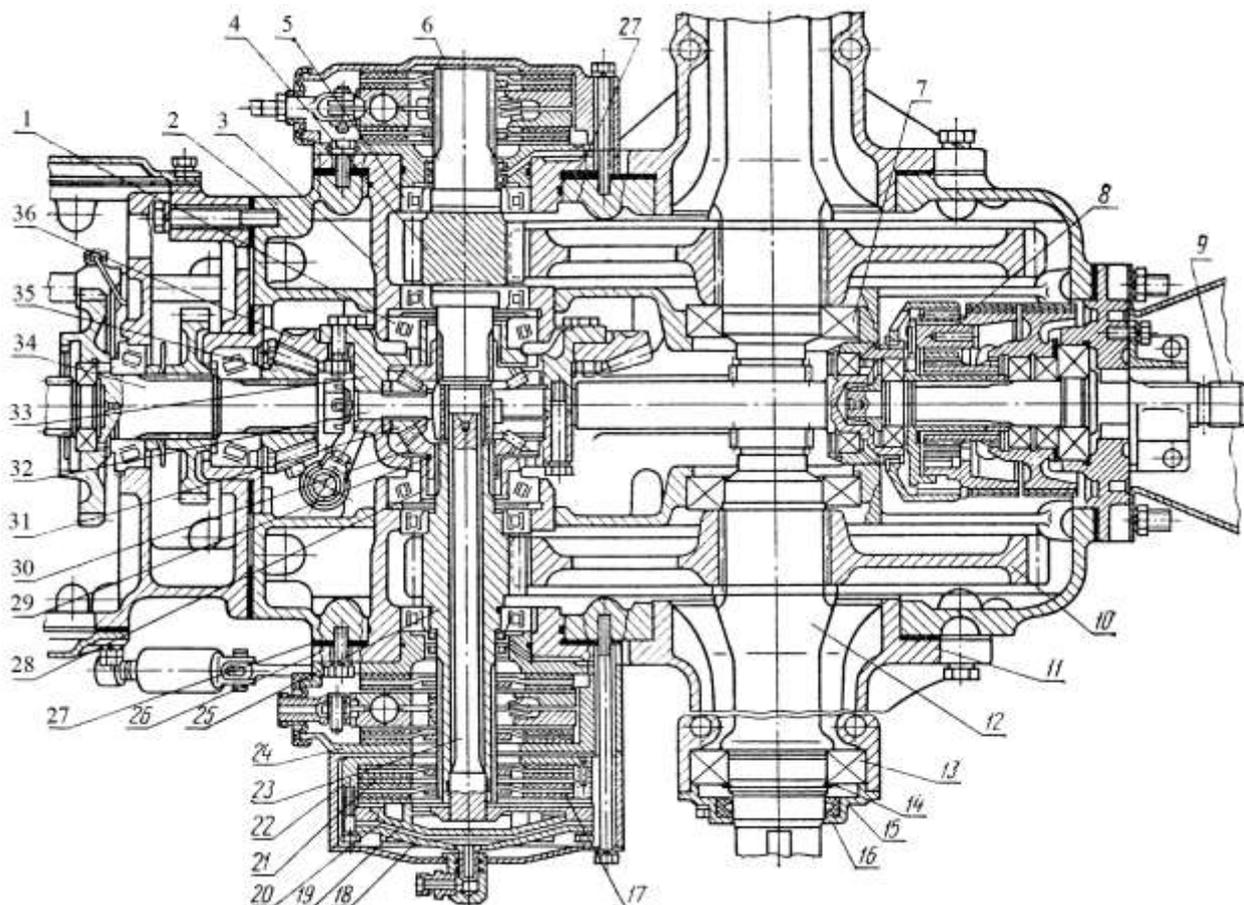

Рис. 24. Задний мост трактора МТЗ-82
- отверните болты крепления стакана **26** (рис.24) ведущей шестерни и выпрессуйте стакан из расточки моста с помощью демонтажных болтов;
(см. рис. 24), которые ставят между боковыми стенками корпуса моста и стаканами ведущих шестерён. Толщина прокладок составляет 0,2 и 0,5 мм.